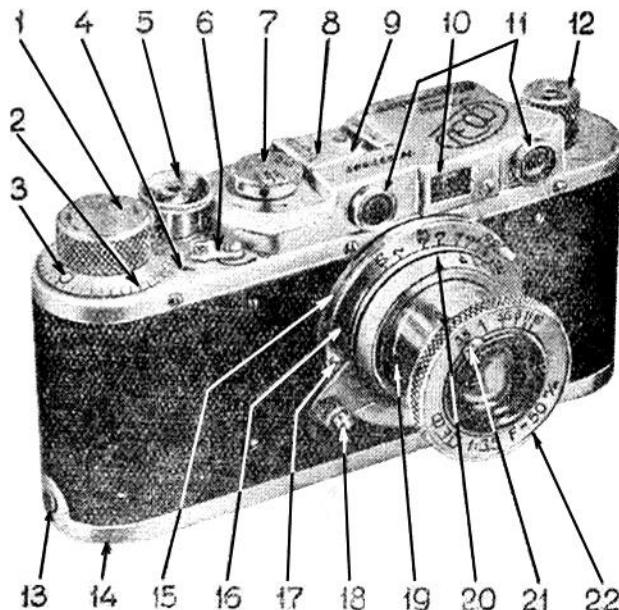
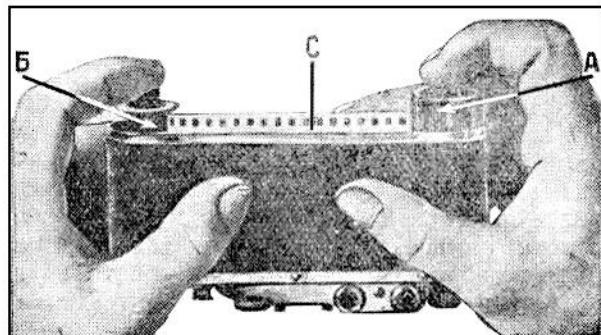
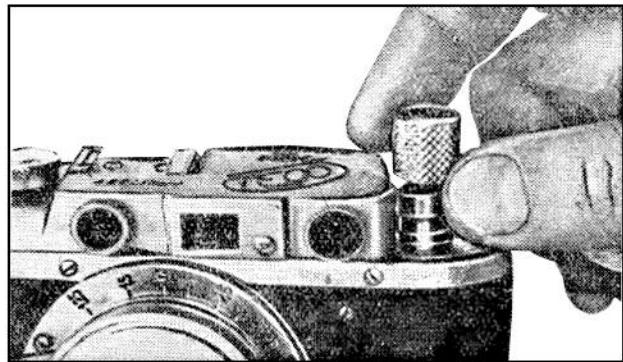

Рис. 2
Рис. 12
Рис. 13
2. Внешние детали механизма фотоаппарата и управление ими (см. рис. 2)
Проверьте в каком положении находится выключатель механизма затвора (6 на рис. 2). Затвор должен быть включен. Повернув заводную головку шторного затвора до отказа, заведите затвор и поставьте камеру объективом от себя.
Возьмите кассету «А» в правую руку, катушку «Б» в левую, введите пленку в прорез «С», равномерно опуская катушку и кассету в их гнезда (рис. 12). При опускании следите, чтобы конец пленки не выдернулся из-под пружины катушки. Если кассета не опускается на свое место, поверните головку обратной перемотки пленки (12 на рис. 2).
Установите нулевое деление шкалы счетчика снятых кадров (2 на рис. 2) против указателя (4 на рис. 2), для чего поверните лимб против направления стрелки на головке замка.
Для перемотки выключите механизм зазвода затвора, для чего нажмите на спусковую кнопку (объектив должен быть закрыт крышкой), поверните выключатель механизма затвора (б на рис. 2) к букве «В». Поднимите вверх головку для перемотки заснятой пленки (12 на рис. 2) и вращайте ее по направлению стрелки, выгравированной на ее торце (рис. 13).
Окончание перемотки определяется по усилию, которое потребуется приложить для выдергивания пленки из катушки приема заснятой пленки, а также по прекращению вращения защитной гайки спусковой кнопки (5 на рис. 2). После выдергивания конца пленки поверните головку еще на 2—3 оборота, откройте аппарат, как было указано ранее, и выньте кассету.
Выключатель механизма затвора (6 на рис. 2) поверните в исходное положение до упора и заведите затвор, после чего аппарат может быть заряжен вновь.